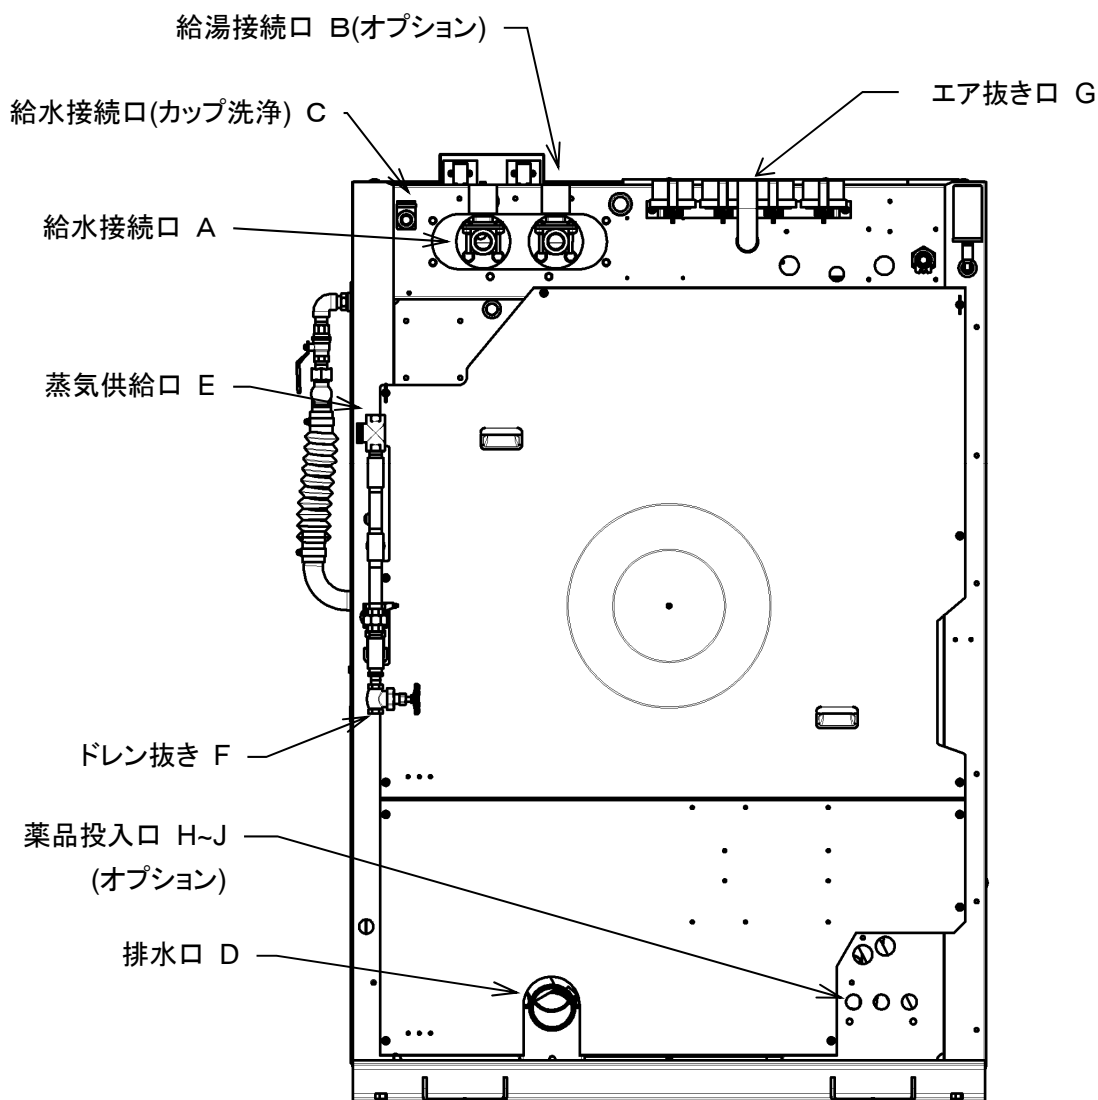

図5-1
- ・ 給水接続口Aに配管を接続します。(図5-1)
- ・ 給湯接続口Bに配管を接続します。(図5-1)
- ・ 給水接続口Cに配管を接続します。(図5-1)
- ・ 排水口 D に配管を接続します。(図5-1)
<ul style="list-style-type: none"> 電磁弁のトラブルにより、蒸気が本機後部のエア抜き口 G(図5-1)から放出される可能性があります。エア抜き口 G は塞いだり、向きを変えたりしないでください。
- ドレン抜き F にホースを接続しバルブが開放されても蒸気により、人への傷害、本機への損害を招かない場所に配管すること。(図5-1)
- 電磁弁のトラブルにより、蒸気が本機後部のエア抜き口 G(図5-1)から放出される可能性があります。トラブル発生時は速やかに蒸気本管と本機の間に取り付けられた手動オン／オフバルブを閉じ運転を停止してください。また、エア抜き口 G は塞いだり、向きを変えたりしないこと。